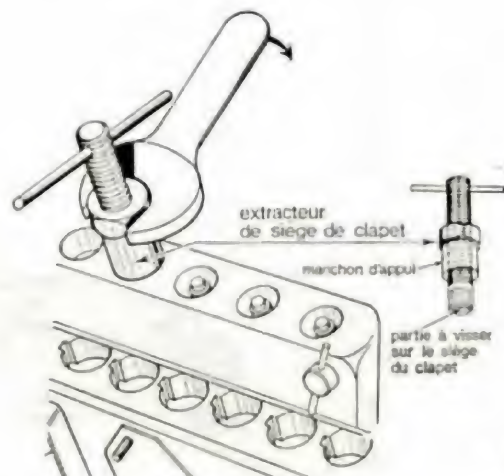

Fig. 17.
- En utilisant l'extracteur spécial, sortir les sièges de clapet (fig. 17).